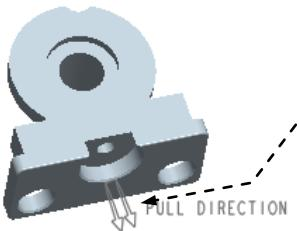

图14.2 调整模具坐标系前
Step4. 在“布局”对话框的 **布局** 区域中单击 **单一** 单选项，在“布局”对话框中单击 **预览** 按钮，结果如图 14.2 所示。
(1) 在“布局”对话框的 **参考模型起点与定向** 区域中单击  按钮，系统弹出“获得坐标系类型”菜单。
(2) 定义坐标系类型。在“获得坐标系类型”菜单中选择 **Dynamic (动态)** 命令，系统弹